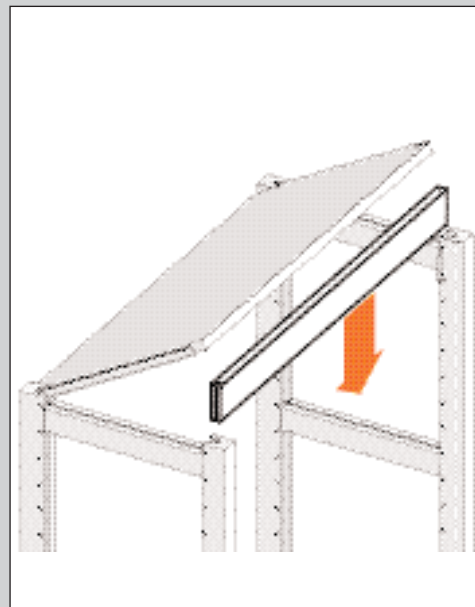

ABBILDUNG 53
4. Schieben Sie die Blenden von oben auf die Halterungen. Die Blende liegt auf den Laschen der Halterungen (siehe Abb. 53).